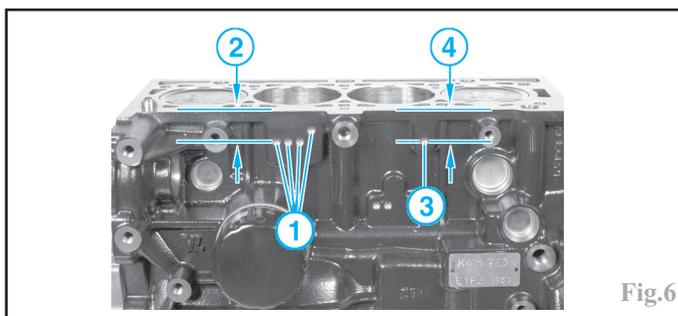

Fig.6
Les classes des cylindres sont repérées par des perçages réalisés sur la face avant du bloc-cylindres, côté filtre à huile au niveau du cylindre n°3, pour chaque fût (classé dans l'ordre du cyl. n°4 (côté distribution) au cyl. n°1 (côté volant moteur)) (1). La distance de ces perçages (2) par rapport au plan de joint supérieur du bloc-cylindres détermine avec précision la classe de chaque fût (Fig.6).
Le diamètre intérieur et la classe des paliers de vilebrequin (chapeau et portée dans le bloc-cylindres) sont repérés par un perçage réalisé sur la face avant du bloc-cylindres, côté filtre à huile, au niveau du cylindre n°2 (3) (Fig.6).